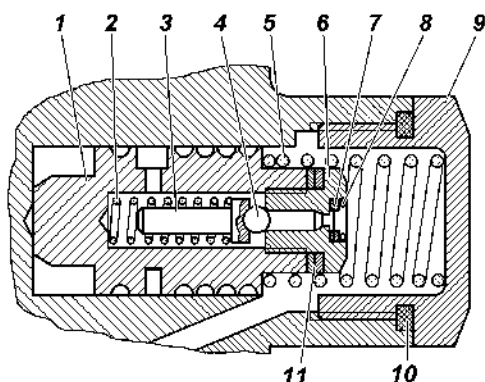

Рис. 9.22. Расходный и предохранительный клапаны насоса:
1. Отверните пробку-заглушку 9 (рис. 9.22), расположенную над выходным отверстием насоса.